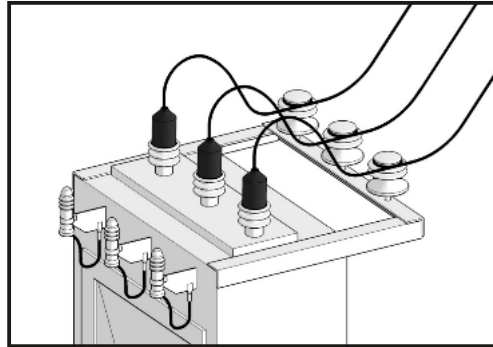

Рис. 58.
11.3.12. Выполнить те же действия для оставшихся двух шлейфов (Рис. 58).